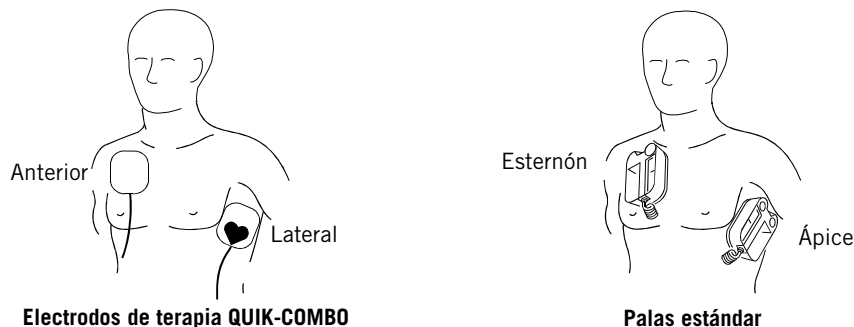

Figura 5-1 Colocación antero-lateral
1. Coloque el electrodo de terapia ♥ o la pala **ÁPICE** a la izquierda del pezón izquierdo del paciente, en la línea media axilar y, a ser posible, con el centro del electrodo sobre esta última. Consulte la Figura 5-1.
2. Coloque el otro electrodo de terapia o la pala **ESTERNÓN** en la parte superior derecha del torso del paciente, en posición lateral al esternón y por debajo de la clavícula, como se muestra en la Figura 5-1.